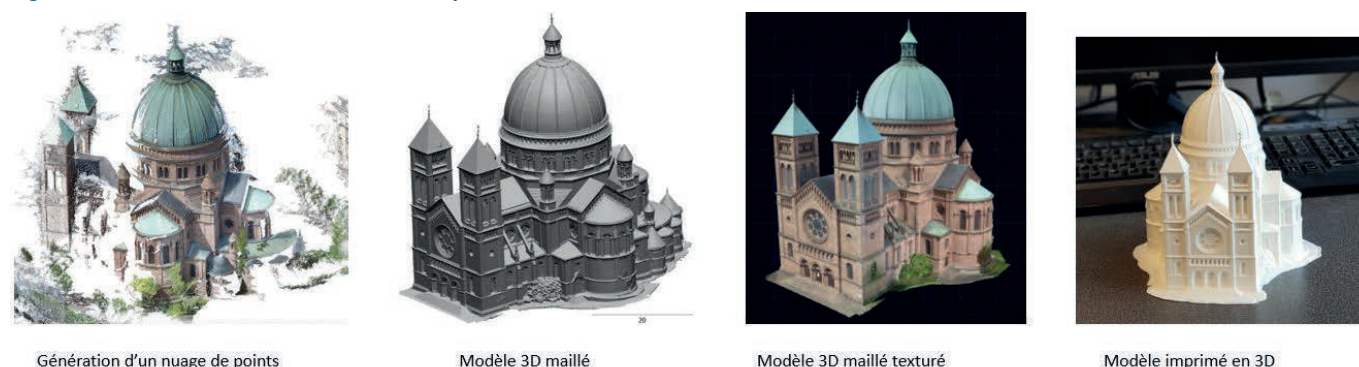

Figure 7. De l'acquisition lasergrammétrique et photogrammétrique au modèle 3D imprimé
- gestion des données spatiales : structure et gestion des modèles, publication de la donnée 3D, BIM patrimoniaux (H-BIM) (figure 7).